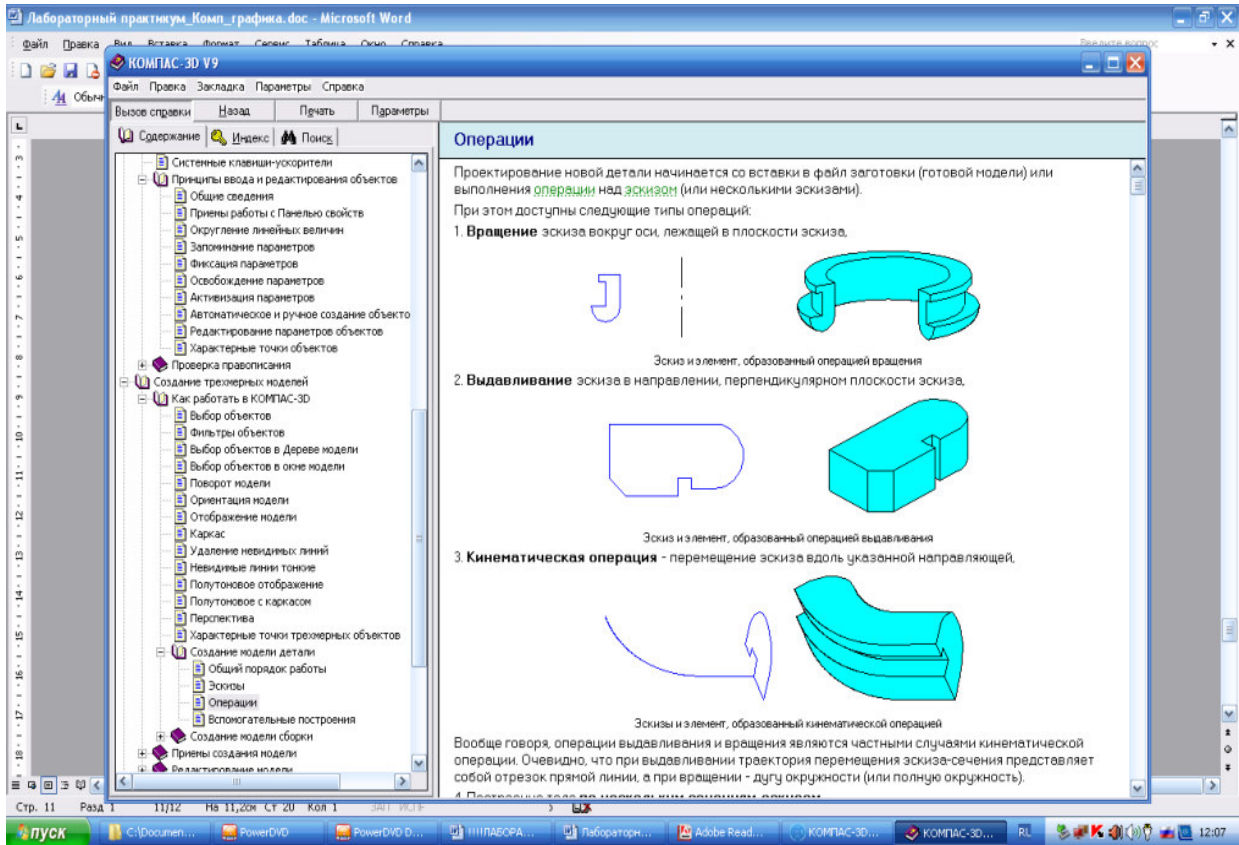

Рис.3 Эскиз и элемент, образованный операциями вращения, выдавливания и кинематической
1. **Выдавливание** эскиза в направлении, перпендикулярном плоскости эскиза (Рис.3)
2. **Вращение** эскиза вокруг оси, лежащей в плоскости эскиза (Рис.3)
3. **Кинематическая** операция – перемещение эскиза вдоль указанной направляющей (Рис.3)